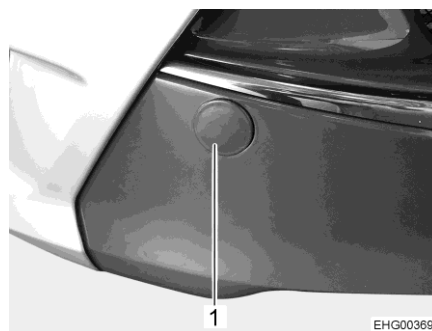

Bild 40 Abdeckung für die Aufnahme der Abschleppöse
- Abdeckung (Bild 40,1) abnehmen.